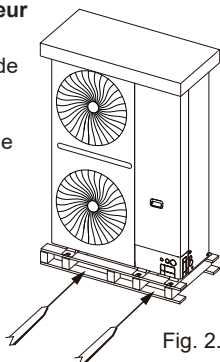

Fig. 2.4
- Pour déplacer l'unité à l'aide d'un chariot élévateur, insérez les fourches dans l'ouverture située au bas de l'unité, comme indiqué sur la Figure 2.4.